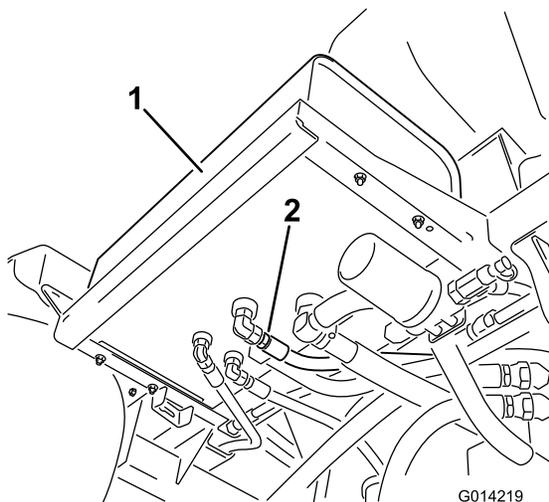

Figura 62
2. Pulite l'area attorno ad un connettore del flessibile idraulico sul fondo del serbatoio dell'olio idraulico (Figura 62).
4. Togliete il connettore del flessibile dal serbatoio, lasciando spurgare l'olio nella bacinella (Figura 62).